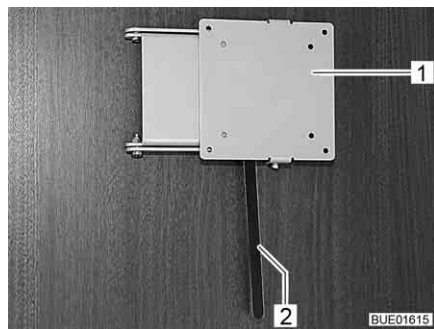

Bild 50 Fäste med låsspak
- Tryck låsspaken (Bild 50,2) åt sidan och sväng fästet (Bild 50,1) med den platta bildskärmen till önskat läge.
- Vrid tillbaka den platta bildskärmen tills fästet (Bild 50,1) hakar fast i låset.